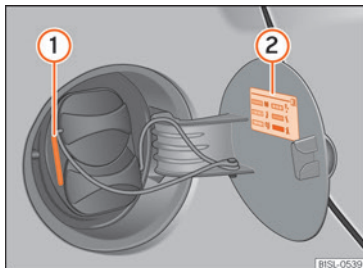
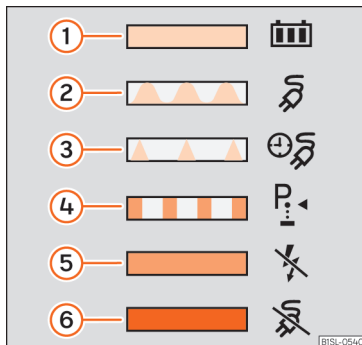

Fig. 148 Bag batteriladeklappen: opladningsindikator ① og mærkat med informationer ②
Fig. 149 På indersiden af batteriladeklappen: mærkat med informationer vedr. opladningsindikatoren
Opladningsindikatoren er en lysdiode (LED) lige ved siden af ladestikdåsen » Fig. 148 ①, som viser den aktuelle opladningsstatus. De forskellige visninger er forklaret på en mærkat » Fig. 149.
Forklaring til mærkat med informationer vedr. opladningsindikatoren » Fig. 149: